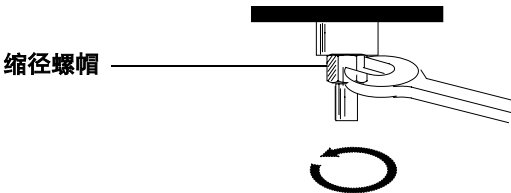

图 68 拆下旧的密封件
- 3 用 1/2 英寸的扳手拧松缩径螺帽，然后拆下它。垫圈和密封件在缩径螺帽的内部。拆下它们。当更换密封件时，一定要更换垫圈（图 68）。